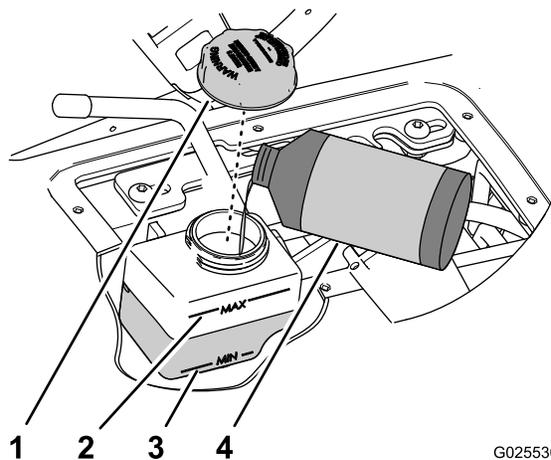

图61
4. 检查油箱中速度控制油缸的油位图61。
- A. 将盖子周围的区域擦拭干净 图61。
- B. 从液压油箱上取下盖子 图61。
- C. 添加指定液压油使油位升高至介于油箱外侧的最小与最大标记之间 图61。
- D. 将盖子手动装紧 图61。